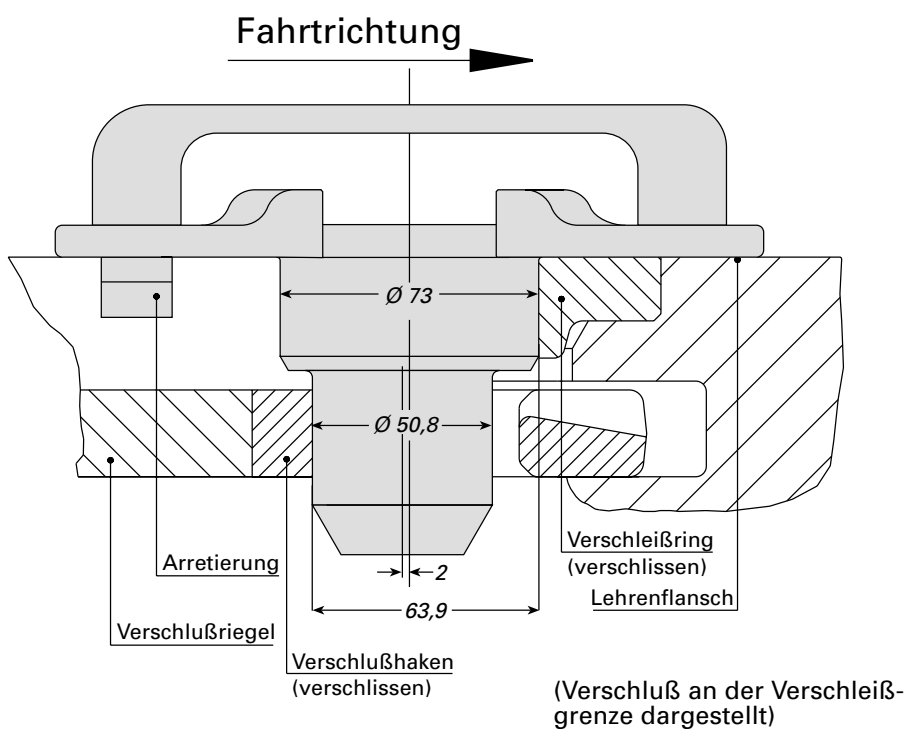

Bild 3
2. Die Lehre, mit der Arretierung entgegen der Fahrtrichtung zeigend, senkrecht von oben und mit mäßiger Handkraft in den Kupplungsverschluß einzuführen versuchen (s. Bild 3). Läßt sich die Lehre nicht bis hin zu einer flächigen Auflage des Lehrenflansches auf der gesamten Verschleißringoberseite einstecken, dann liegt ein Spiel < 2 mm vor. Gelingt ein Einstecken, dann besteht im Kupplungsverschluß ein Längsspiel von mindestens 2 mm und es muß nachgestellt oder repariert werden.